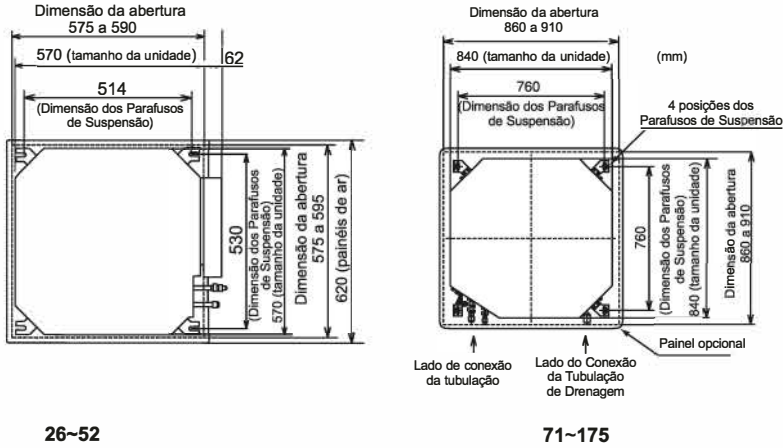

Fig 3.3 Abertura de Teto Falso e Parafusos de Suspensão
(2) Corte a área da unidade interna no teto falso e instale os parafusos de suspensão, como mostrado na Fig.3.3.